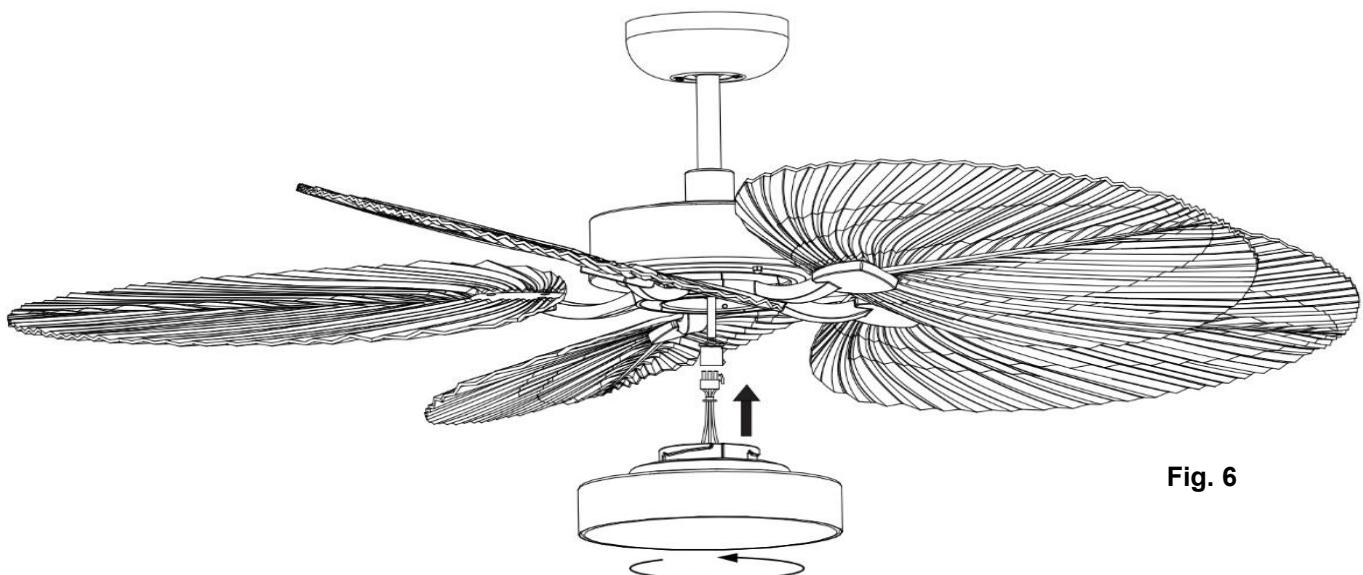

Fig. 6
**INSTALLATION DU KIT D'ÉCLAIRAGE (Fig. 6)****REMARQUE : Le kit d'éclairage doit être installé par un électricien agréé.**